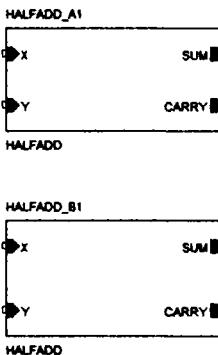

Рис. 18.24. Установка второго иерархического блока
2.7. Поместите другой иерархический блок с Implementation Type как HALFADD. Простейший способ сделать это — скопировать существующий иерархический блок и вставить его на страницу схемы. По умолчанию опорное название второго иерархического блока HALFADD\_A2. Измените это название на HALFADD\_B1 (рис. 18.24).